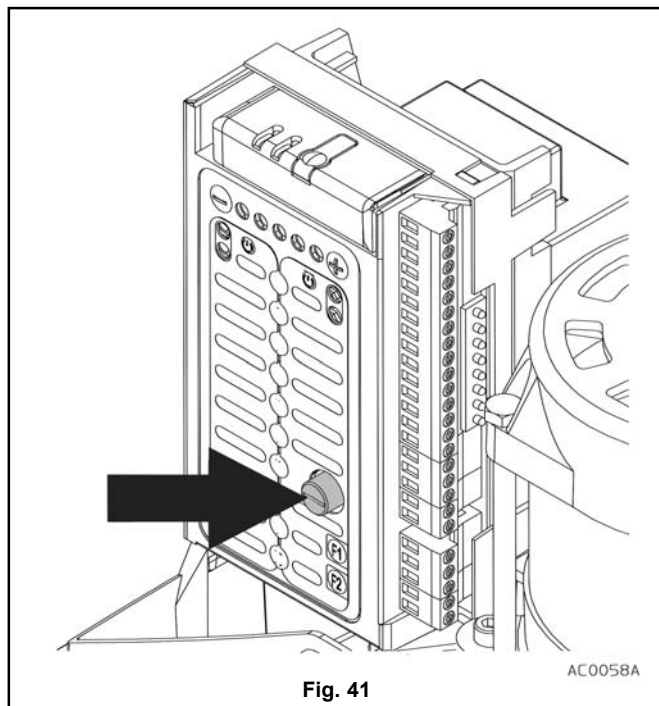

Fig. 41
Il fusibile frontale (fig. 41) è il fusibile sull'alimentazione primaria a 230 volt, a protezione del sovraccarico dell'autotrasformatore, dei circuiti delle lampade esterne e del motore.
- Premere e contemporaneamente ruotare verso sinistra il tappo portafusibile (fig. 41).